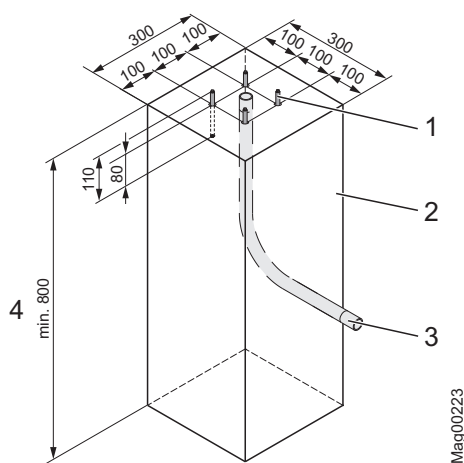

Fig. 17: Fundamentskjema bærestolpe og lysportstolpe (mål i mm)
→ Se side 44, Fig. 11 og side 51, Fig. 17.
1. Grav et fundamenthull i henhold til Fig. 11 og Fig. 17.
2. Legg tomrøret i fundamenthullet i henhold til Fig. 17.
4. Fyll fundamentet med betong i henhold til Fig. 17.